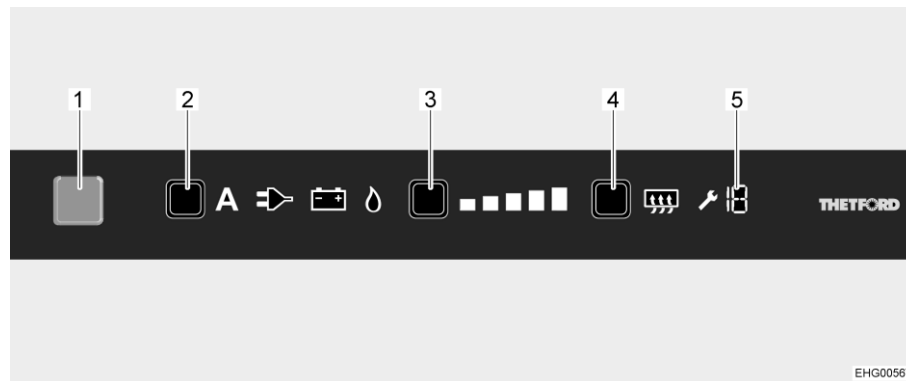

Fig. 99 Elementi di comando
Dopo l'accensione il frigorifero seleziona automaticamente la regolazione del termostato selezionata per ultimo. Questa regolazione può essere modificata manualmente tramite il tasto del livello di refrigerazione (Fig. 99,3). Le barre luminose dell'indicatore del livello di refrigerazione visualizzano la temperatura selezionata sul termostato. Con il tasto del livello di refrigerazione viene regolata la temperatura di refrigerazione per i tre tipi di energia. Ci vogliono alcune ore prima che il frigorifero raggiunga la temperatura normale di esercizio. Cambiando la modalità di funzionamento la regolazione del termostato non viene modificata. La temperatura di refrigerazione è indipendente dal tipo di energia utilizzata.
- Premere il tasto On/Off (Fig. 99,1) per 1 secondo. Il tasto si illumina di blu. Dopo circa 10 secondi, l'indicatore viene attenuato per risparmiare energia.
- Premere il tasto di selezione energia (Fig. 99,2) più volte, fino a che risulta selezionata la fonte energetica desiderata.
- Premere il tasto del livello di refrigerazione (Fig. 99,3) più volte, fino a che risulta selezionato il livello di refrigerazione desiderato. Il livello di refrigerazione attuale viene indicato dalle barre luminose.
- Premere il tasto On/Off (Fig. 99,1) per ca. 2 secondi. Tutte le spie si spengono. Il frigorifero è spento.